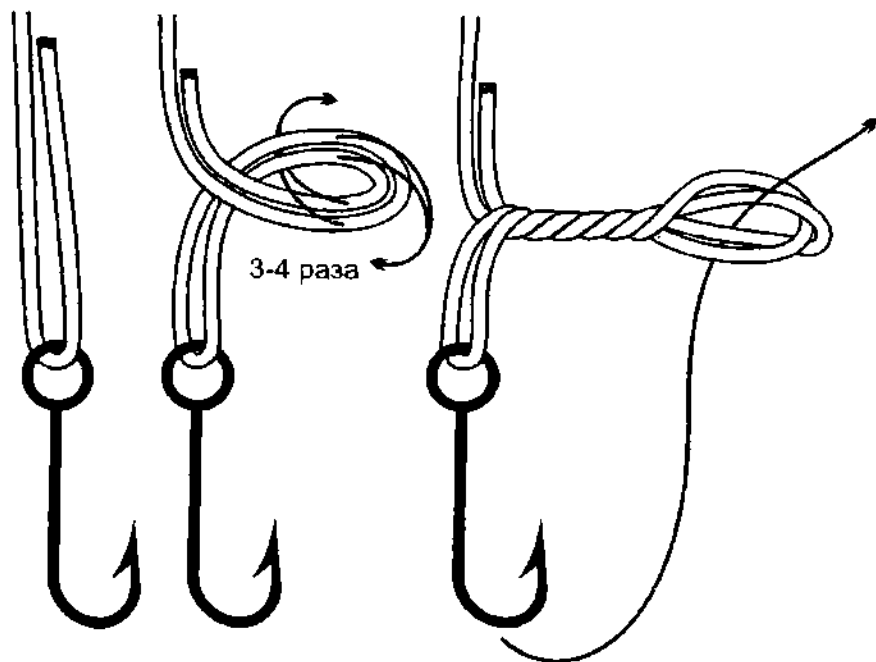

Рис. 695. Королевский строп.
**Королевский строп** надёжный и несложный узел, который легко запоминается и быстро вяжется (рис. 695). **Королевским стропом** привязываются крючки, застёжки, вертлюжки, искусственные приманки и т. д.